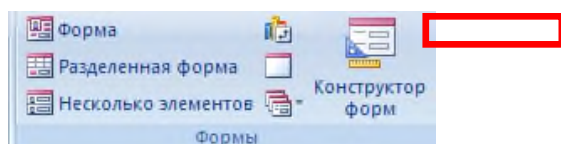

Рис.6 Кнопка «Форма»
13. Выделить таблицу «Автосалоны», перейти на вкладку «Создание» и нажать на кнопку «Форма» (Рис.6)